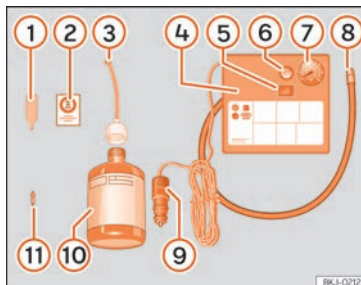

Fig. 39 Représentation standard : contenu du kit anticrevaison.
Le kit anticrevaison se trouve dans le coffre à bagages, sous le revêtement de plancher. Il inclut les composants suivants »» **fig. 39** :
- Dévissez le capuchon et l'obus de la valve du pneu. Utilisez l'appareil »» **fig. 39** 1 pour extraire l'obus. Placez-le sur une surface propre.
- Agitez fortement la bouteille de produit de colmatage des pneus »» **fig. 39** 10.
- Vissez le tuyau de gonflage »» **fig. 39** 3 sur la bouteille de produit de colmatage. Le plombage du goulot de la bouteille est automatiquement percé. »»
- Retirez le bouchon du tuyau de remplissage »» fig. 39 ③, puis vissez l'extrémité ouverte du tuyau sur la valve du pneu.
- Placez de nouveau l'obus de valve sur la valve du pneu avec l'outil »» fig. 39 ①.
- Vissez le tuyau de gonflage du pneu du compresseur »» fig. 39 ⑧ sur la valve du pneu.
- Vérifiez si la vis d'évacuation d'air est serrée »» fig. 39 ⑥.
- Branchez le connecteur »» fig. 39 ⑨ à une prise de courant de 12 volts du véhicule »» page 170.
- Raccordez le compresseur d'air au commutateur ON/OFF »» fig. 39 ⑤.
- Collez l'autocollant »» fig. 39 ② sur le combiné d'instruments, dans le champ de vision du conducteur.
Revissez le tuyau de gonflage »» fig. 39 ⑤ et vérifiez la pression du manomètre ⑥.